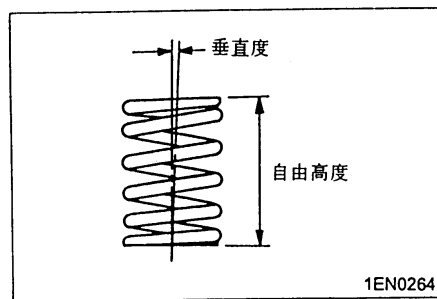

图 4-9
(2)测量气门弹簧的垂直度。如果测量结果超出规定的极限值，则应更换气门弹簧(见图 4-9)。
测量气门导管与气门杆之间的间隙。如果此间隙超过规定的极限值，则应更换其中一个零件或两个零件(见图 4-9)。